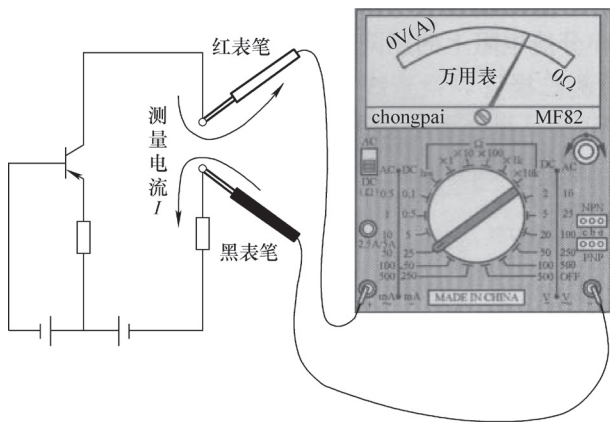

图 3-30 直流电流测量示意图
① 测量电压时，不要切断电路，而测量电流时则需要切断被测部位的电路，将万用表串接在电路之中，如图 3-30 所示。